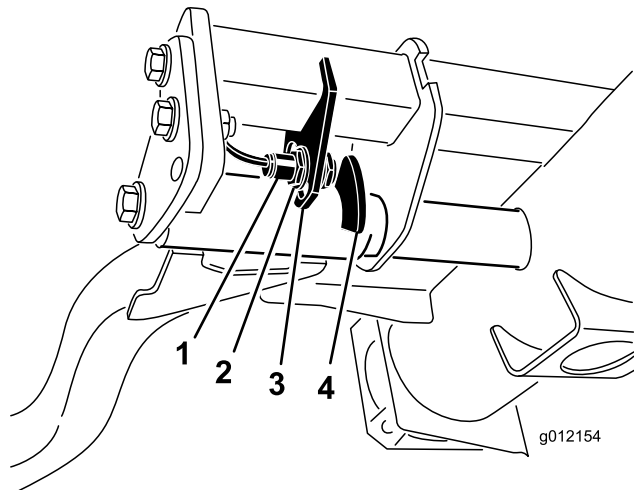

図 55
2. 昇降アームのスイッチは、油圧のメインタンクの下にある右前昇降アームの後ろ側に装着されている 図 55。
3. スイッチの取り付けねじをゆるめ、スイッチの位置を下げると、昇降アームの旋回高さが高くなり、上げると、昇降アームの旋回高さが低くなる 図 55。